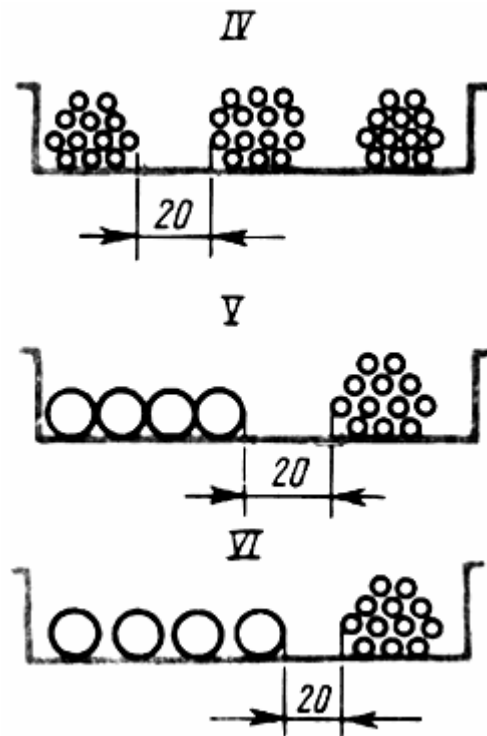

Рис.14
- однослойно (однорядно) без промежутков (I) и с промежутками около 5 мм между ними (II);
- пучками (IV) с расстоянием между ними около 20 мм (рис.14);
- однорядно без промежутков и пучками с расстоянием около 20 мм (V), а также однорядно с расстоянием около 5 мм и пучками - 20 мм (VI).